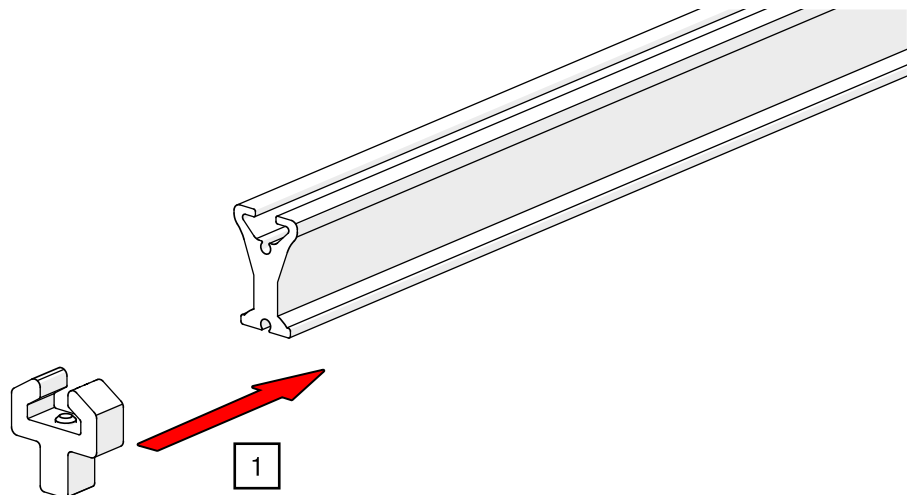

Abb. 37: Endanschlag variabel – am Schienenende montieren
1. Stecken Sie den Endanschlag variabel auf das Schienenende entsprechend Ihrer gewünschten Position (siehe Abb. 37).